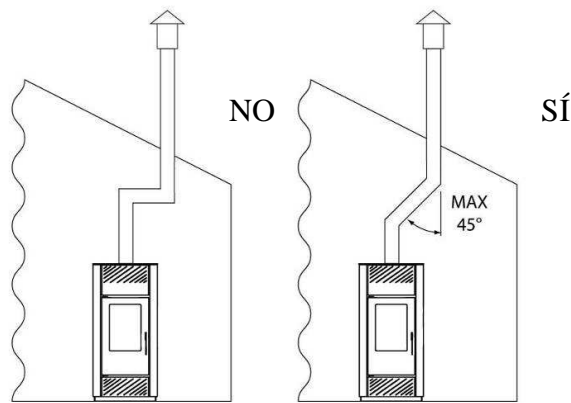

Fig.2
-La sección interna debe ser uniforme, preferiblemente circular: las secciones cuadradas o rectangulares deben tener aristas redondeadas con radio no inferior a 20 mm; relación máxima entre los lados de 1.5; paredes lo más posible lisas o sin estrechamientos, las curvas regulares y sin discontinuidad, desviaciones del eje no superiores a 45° (fig.2).